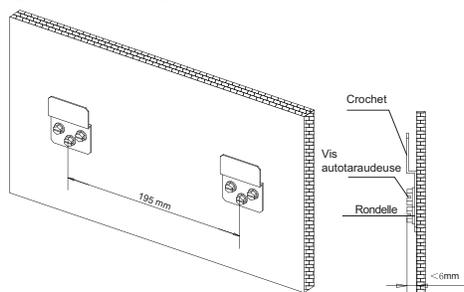

Figure 6 – Ancrage des crochets
1. Les crochets de montage doivent être placés horizontalement et de niveau au mur. Tous les dégagements minimaux indiqués dans la figure 6 doivent être respectés.
2. Ancrez les crochets au mur aux emplacements spécifiés à l'aide des vis de montage (consultez la figure 6). Ancrez les crochets aux montants du mur.